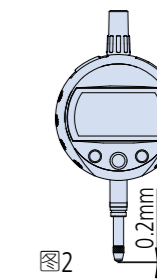

图2
4. 将测杆从降下的状态升高0.2mm以上，在该位置进行原点设定。(图2)